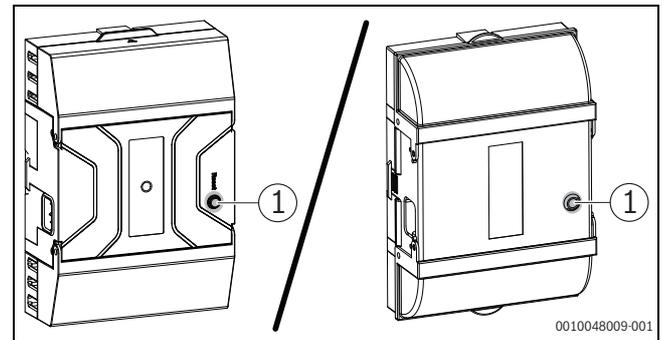

Bild 8 Störungen am Feuerungsautomat zurücksetzen
- ▶ Taste reset (→ Bild 8, [1])